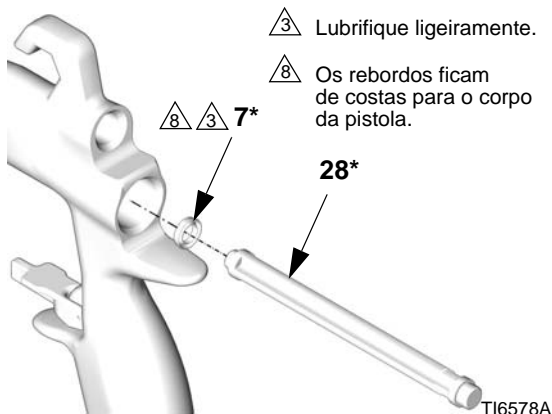

FIG. 41
3. Coloque a nova arruela côncava (7*) na ferramenta de instalação de vedantes (28*), com os rebordos voltados para a ferramenta, conforme se ilustra na FIG. 41. Empurre a arruela côncava para a parte de trás da pistola até ouvir um estalido.